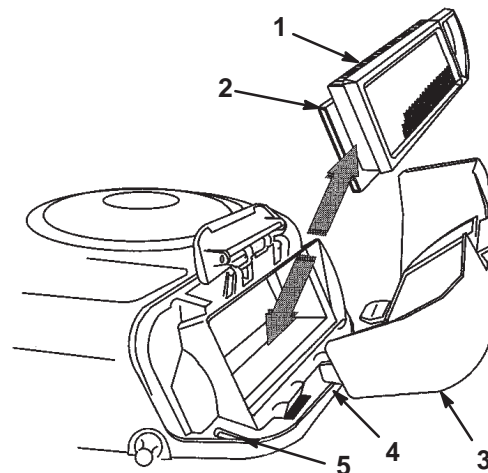

Figure 17
7. Sortez avec précaution les éléments en papier et en mousse du carter de soufflante (Fig. 17).
2. Placez les languettes du couvercle du filtre à air en face des fentes du carter de soufflante (Fig. 17). Accrochez la poignée sur le couvercle et appuyez dessus pour verrouiller le couvercle en place.